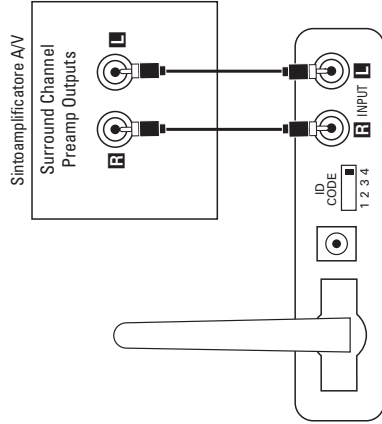

Figura 1.
Collegare il cavo di interconnessione (incluso) alle uscite preamplificate posteriori/surround sinistra e destra sul retro della sorgente e all'ingresso sul modulo trasmettitore ②, come mostrato nella figura 1.